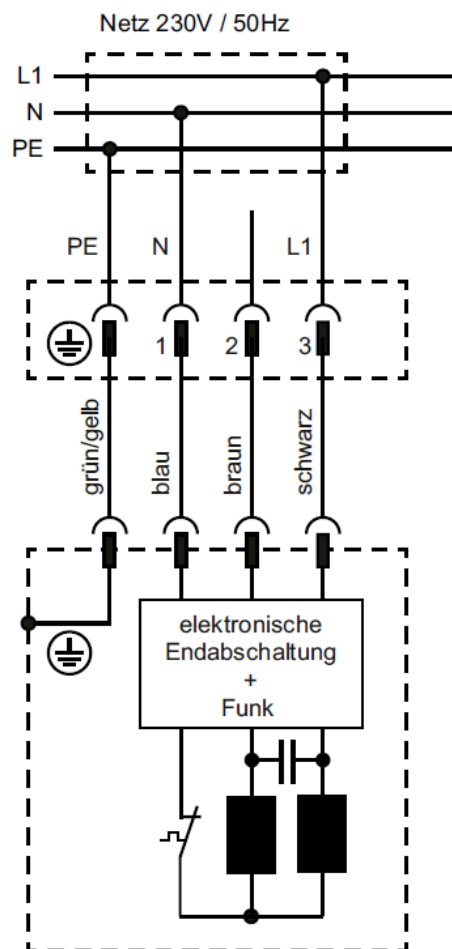

Abbildung 5-2: Verschaltungsplan
- Verkabeln Sie den Motor mit der Stromversorgung entsprechend dem Verschaltungsplan in Abbildung 5-2.